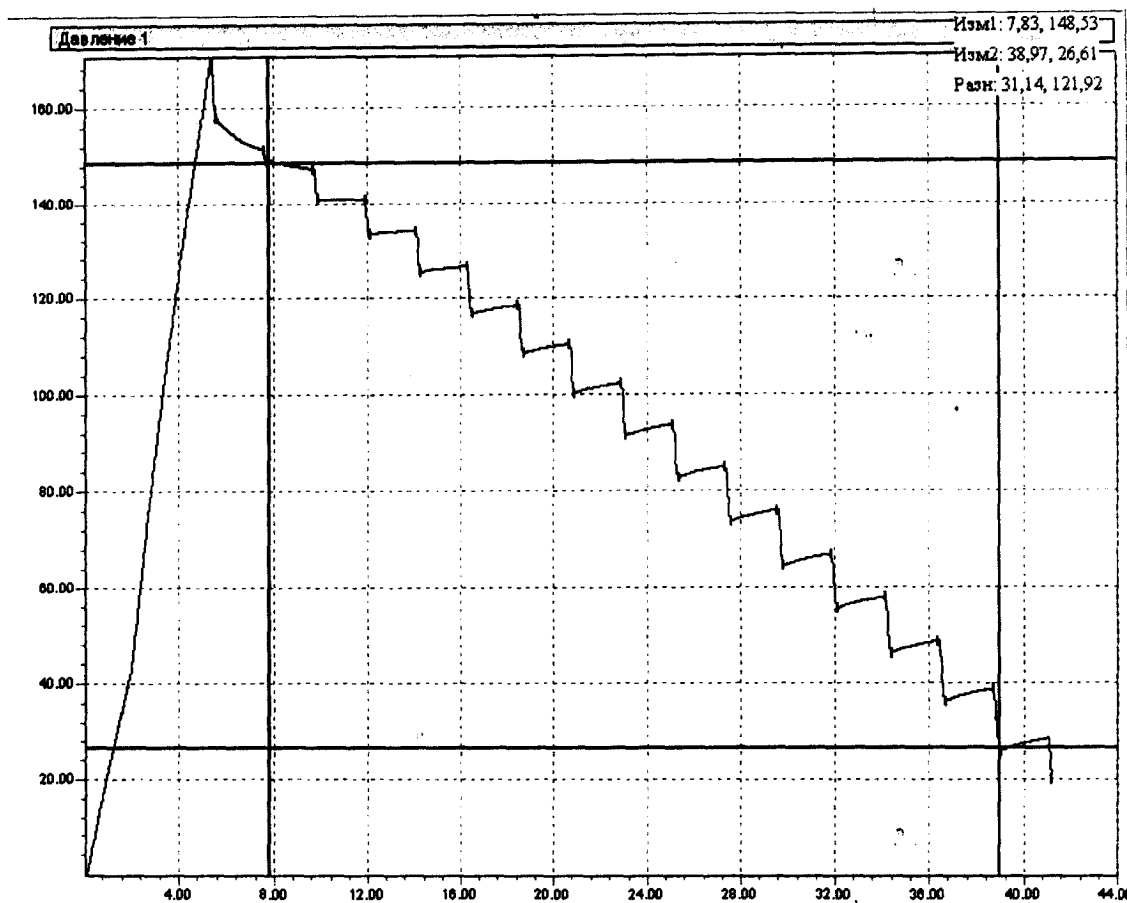

Рис. 2
- В случае проверки монитора в исполнении МнСДП-2 наблюдается ступенчатый график изменения давления в манжете (Рис. 2)
Скорость снижения давления оценивают графически по ступенчатому графику сигнала (Рис. 2) с помощью режима измерителя согласно “Руководству пользователя ПО ВРLab”. Измеритель 1 выставляют на начало второй ступеньки, Измеритель 2 на начало последней ступеньки. Разность координат отображается в правом верхнем углу области сигнала. Скорость снижения давления вычисляют по формуле: